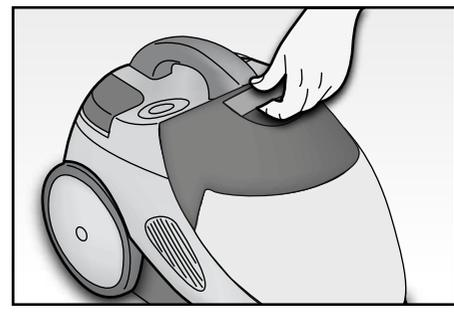

Fig. 2
- Rimuovere il coperchio del serbatoio (A) agendo sull'apposita levetta ed estrarlo verso l'alto (Fig. 2).